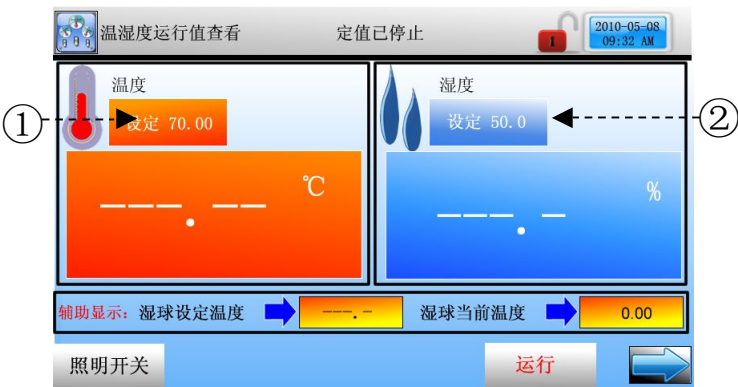

图 21
- ▶ 超过 5 秒后会自动会移动到图 15 或图 21 画面。